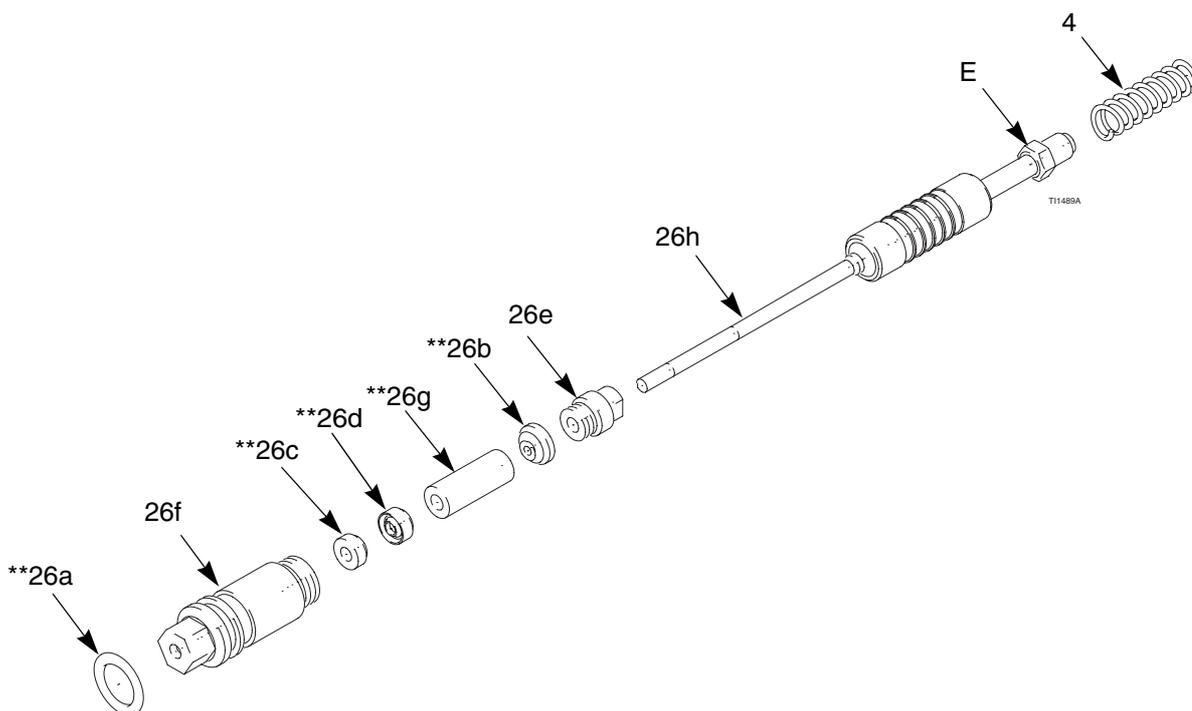

Abb. 14. Packungsstange
1. Packungsmutter (26e) und Dichtung (26b**) auf die Materialstange (26h) geben. Die Schlüsselflächen der Packungsmutter müssen zum hinteren Ende der Materialstange zeigen. Der Dichtungs-O-Ring muß von der Packungsmutter weg gerichtet sein. Siehe Abb. 14.
2. Den Hohlraum des Abstandsrings (26g**) mit dielektrischem Fett (40) füllen. Den Abstandring in der gezeigten Richtung auf die Materialstange (26h) geben. Auf die Außenseite des Abstandsrings großzügig dielektrisches Fett auftragen.
6. Die Feder (4) wie gezeigt gegen die Mutter (E) einbauen.
7. Den Packungsstangensatz (26) in den Pistolenkörper einbauen. Mit dem Multifunktionswerkzeug (37) den Satz gerade satt anziehen.
8. Den Abzug (30) und die Schrauben (8) installieren.